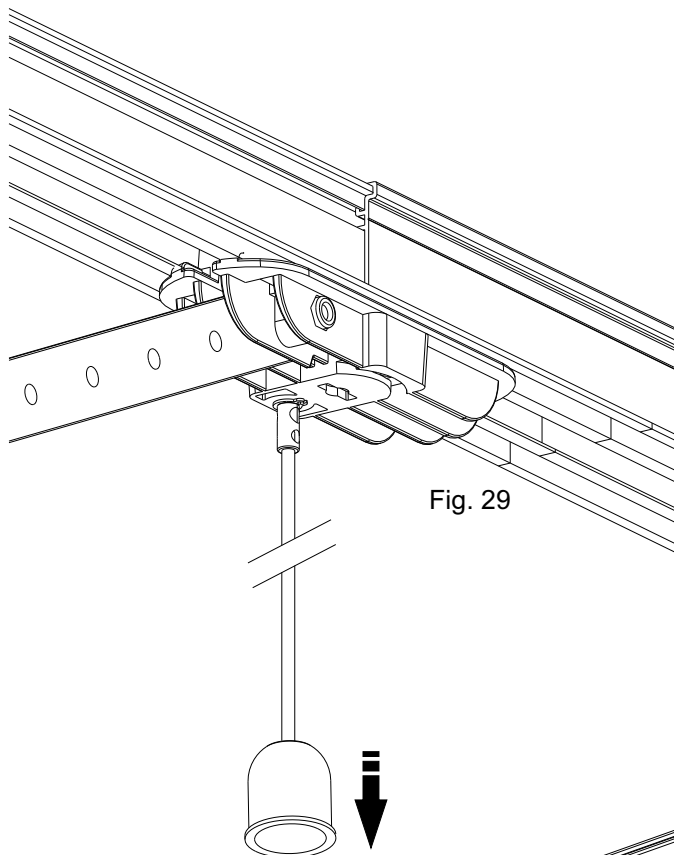

Fig. 29
- Tirer la poignée de déverrouillage et ouvrir manuellement la porte (Fig. 29).